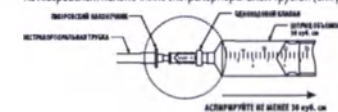

Рис. 2
- Надежно закрепите шприц объемом 30 куб. см с одноходовым клапаном на люэровском наконечнике экстракорпоральной трубки. (См. рис. 2.)